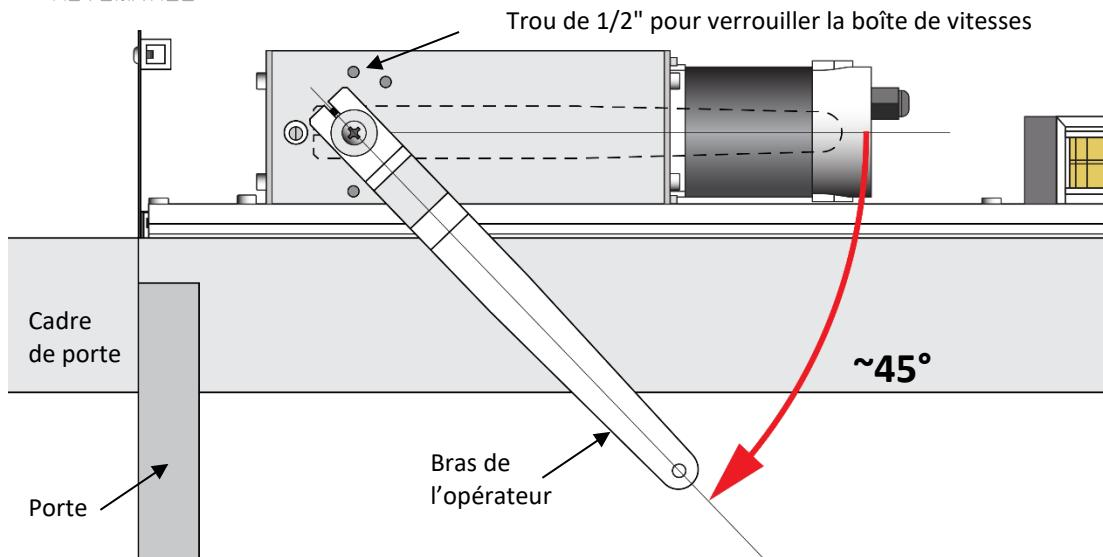

Figure 4-8 Positionnement du bras de poussée
- Fixez ou réajustez le bras de poussée pour qu'il soit à environ 45° de la parallèle à l'encadrement de la porte, comme indiqué dans la figure 4-8. Verrouillez la position à l'aide de la vis à tête cylindrique 3/16 fournie.